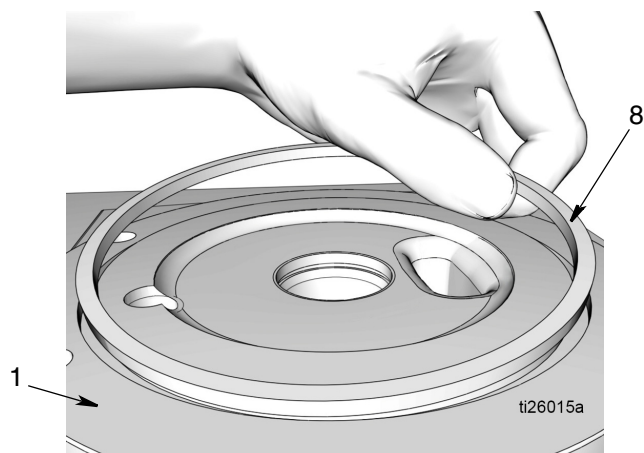

FIG. 31
22. Rimuovere l'O-ring quadrato (8) dalla base della pompa (1) (FIG. 31). Smaltire gli O-ring secondo le norme vigenti per il corretto smaltimento